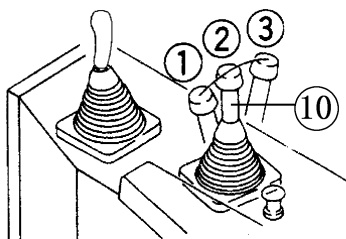

Figura 2-14
- ★ Dondequiera de ① o ③ está la pala, puede inclinar.
- ★ y esta posición ④ y ④ se aplica solamente a la pala recta
La palanca de operación del escarificador ⑩ (figura 2-14)